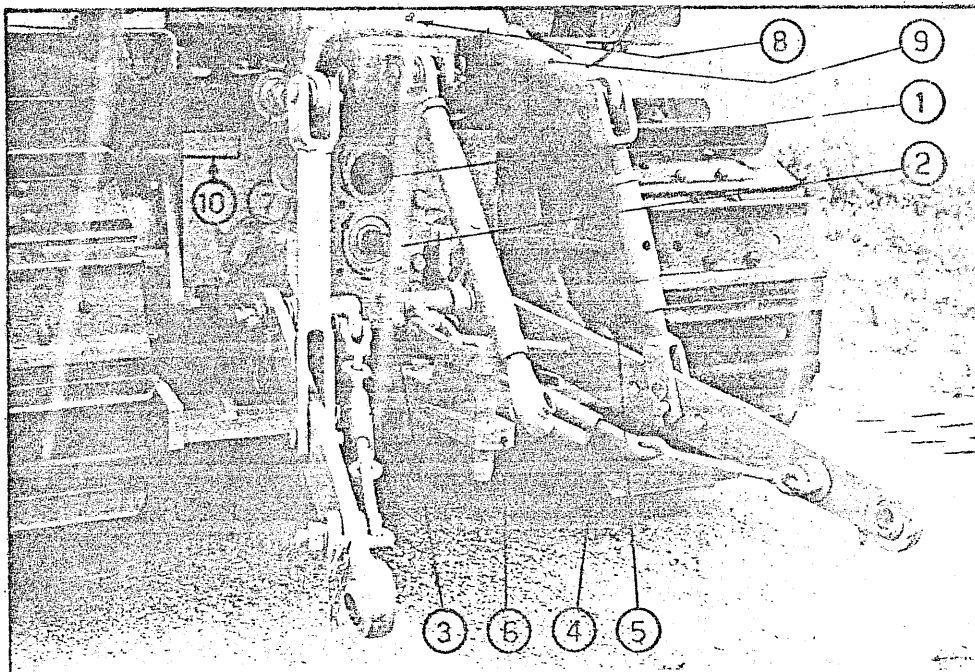
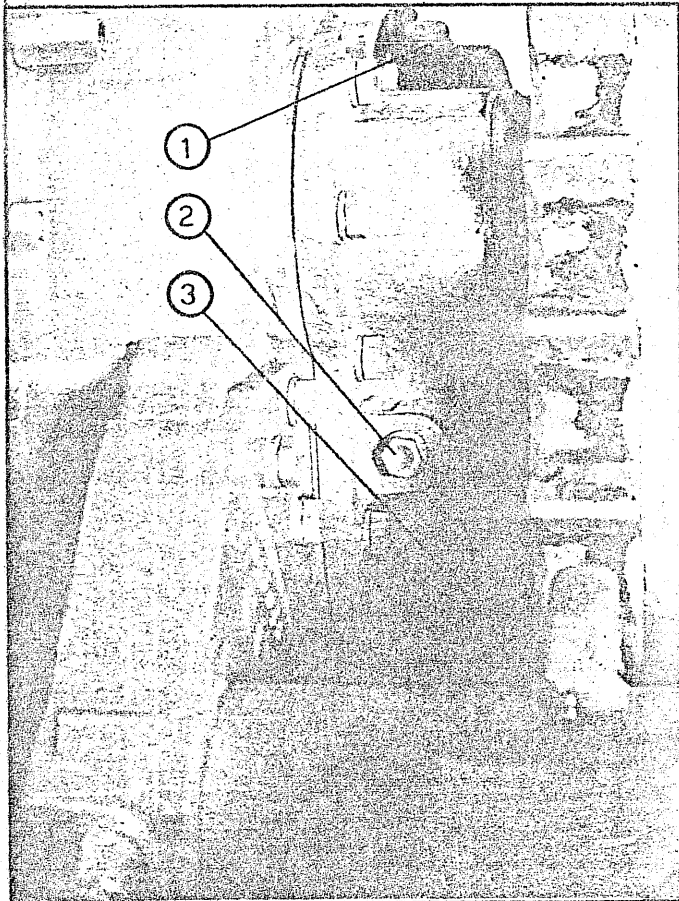

Fig. 6
Fig. 7
PRESA DI FORZA (Fig. 6)
DISPOSITIVO DI TRAINO (Fig. 6)
Il sollevatore idraulico è costituito da una pompa ad ingranaggi accoppiata al motore, da due martinetti (7 fig. 6) per il sollevamento dei bracci, da un
Lo sforzo massimo sollevabile all'estremità dei bracci (9 fig.6) del sollevatore in senso verticale, è di Kg. 3000.
- BARRA TRASVERSALE POSTERIORE (fig. 7)
- BRACCIO SOLLEVATORE (fig. 6)
- SCATOLA CAMBIO (fig. 6 -8)
Ogni 2000 ore di lavoro cambiare l'olio scaricandolo attraverso il tappo (3 fig.6) situato sotto al coperchio della presa di forza. Usare olio AGIP F 1 ROTRA MP SAE 140.-
- RIDUTTORI LATERALI (fig. 6 e 7)
Ogni 240 ore di lavoro controllare il livello dal tappo (5 fig.6) accessibile dal retro della trattrice.
Cambiare l'olio ogni 2000 ore di lavoro scaricandolo dal tappo inferiore (4 fig.6) e caricandolo dal tappo (1 o 2 fig.7). Usare olio AGIP F1 ROTRA MP SAE 140.
Il numero è visibile posteriormente (10 fig. 6)